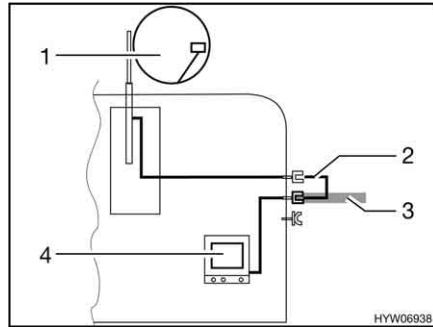

Fig. 154 TV dans le véhicule
- TV dans le véhicule (Fig. 154,4) : Raccord à l'antenne sur le toit (Fig. 154,1) avec câble d'alimentation (Fig. 154,2)
- TV dans le véhicule (Fig. 154,4) : Raccord à l'antenne extérieure (Fig. 154,3)